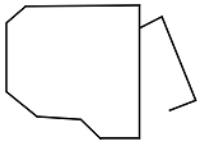

Fig. 1
1. Desatornille la chapa de instalación y retírela. (Fig. 1)